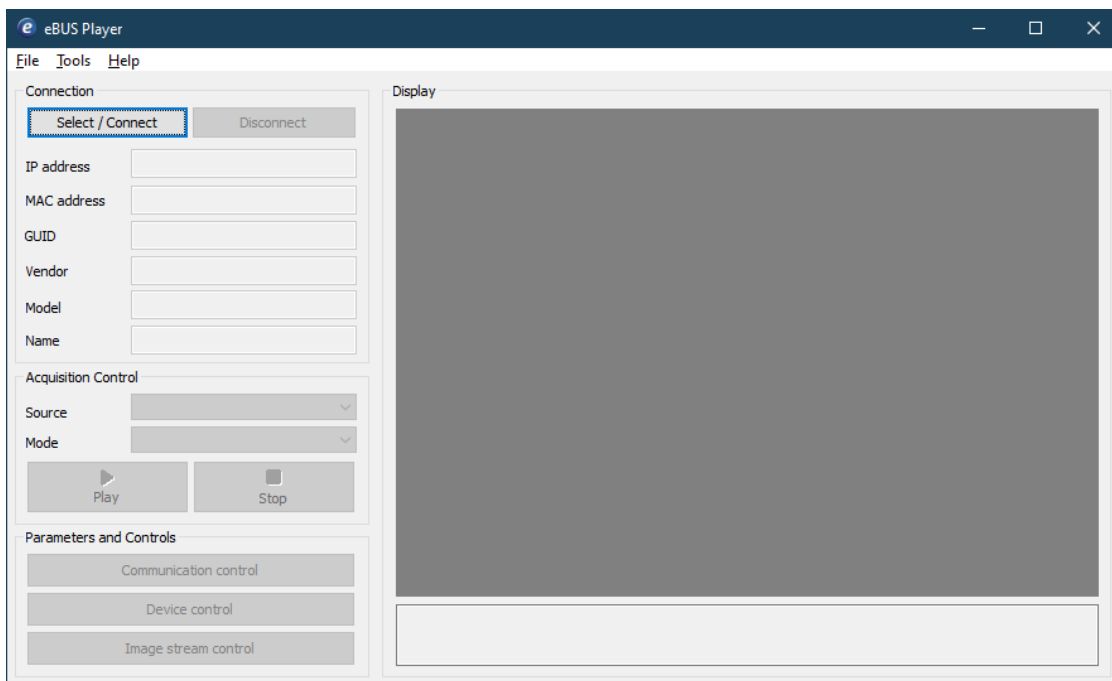

Abbildung 116: eBUS Player vor Verbindung zum Gerät
2. Der **eBUS Player** öffnet ein leeres Fenster mit deaktivierter Steuerungselementen (Abbildung 116).